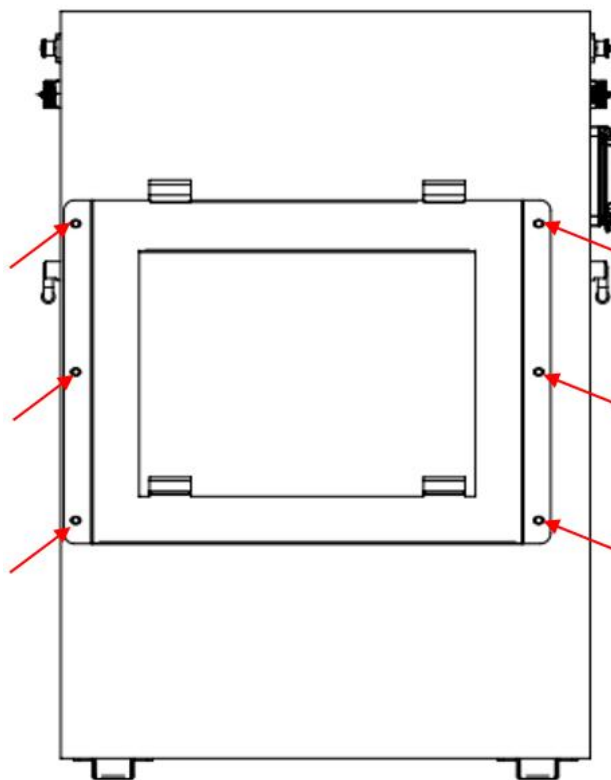

Abbildung 5-1
a) Mit den 6 Schrauben M6\*10 befestigen Sie die Rückwand an der Batterierückseite wie in Abbildung 5-1 gezeigt.